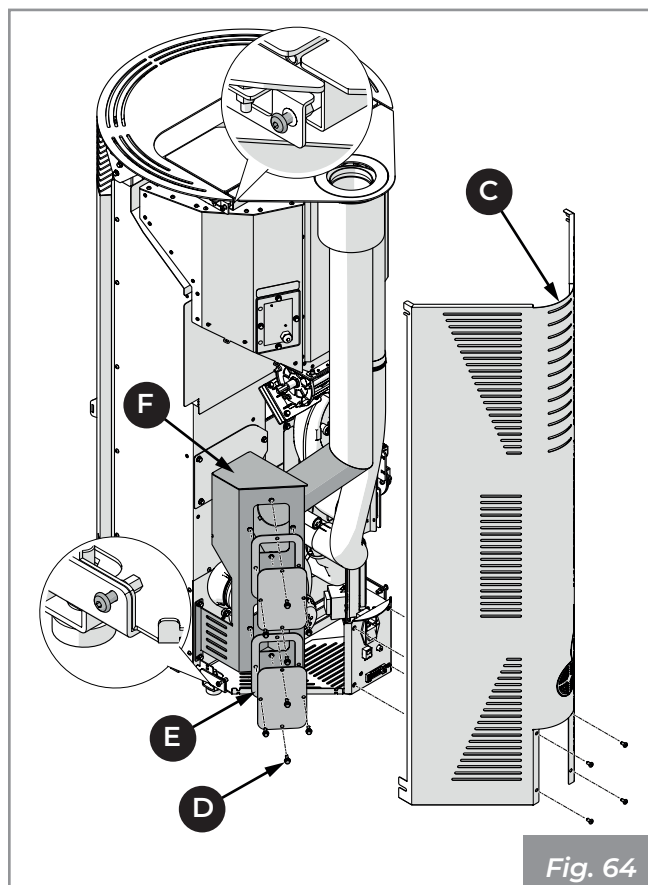

Fig. 64
- Desmontar el respaldo de la estufa (C) (Fig. 64).
- Desenroscar los tornillos (D) y retirar los tapones (E) para acceder al colector humos (F).